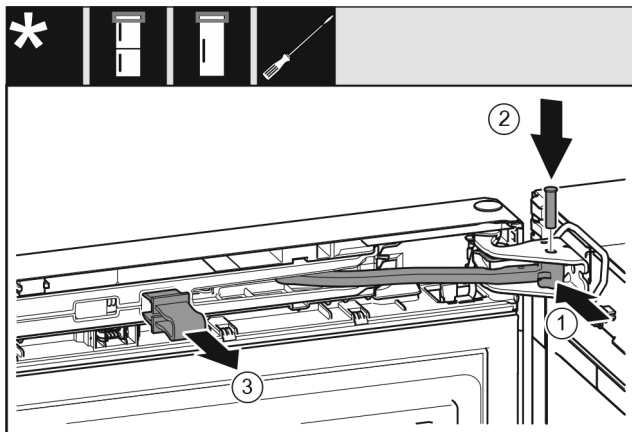

Fig. 50
- Tourner l'articulation dans le support de palier. Fig. 50 (1)
- Introduire le boulon dans le support de palier et l'articulation. Veiller à ce que l'ergot d'encliquetage repose correctement dans la rainure. Fig. 50 (2)
- Enlever l'arrêt. Fig. 50 (3)